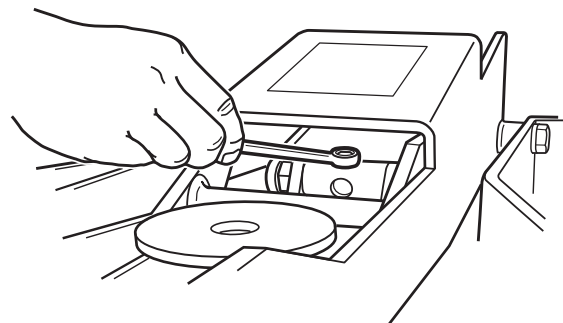

Figura 3
4. Use una llave de 1.11 cm (7/16") para ajustar el perno contra el pistón. Consulte la Figura 3.